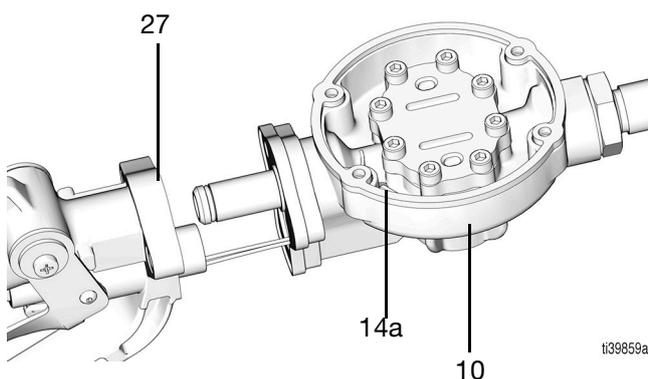

FIG. 33
8. Separe el alojamiento de la válvula (27) del alojamiento del medidor (10) introduciendo simultáneamente los cables de solenoide (14a) en el orificio de acceso al alojamiento del medidor (10) (FIG. 33).